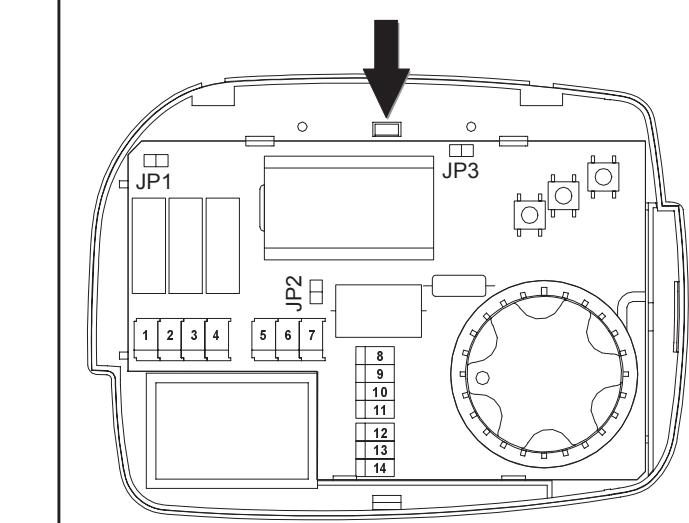

Fig. 4 : Vue interne.
Um Unbefugten den Zugang zur Konfiguration zu verhindern, kann der interne in Abb. 4 gezeigte Verbindungsdräht (JP3) entfernt werden; somit wird bei einem unbefugten Konfigurationsversuch nur eine Fehlermeldung folgen.
2. Enlever la plaque attachée à la base du thermostat en appuyant sur petite dent en plastique indiquée dans la fig. 4 et, en même temps pousser la plaque vers le bas de façon à la libérer de la base.
Le dispositif peut être alimenté à 230V~ ou à 24V~. Le thermostat est configuré en production à 230V~ avec le cavalier en position JP1. Pour sélectionner l'alimentation à 24V~ il est nécessaire de déplacer le cavalier JP1 (Fig. 4) dans la position JP2 (Fig. 4). Comme on peut voir sur la Fig. 6 les bornes d'alimentation sont le 5 et le 6. Dans le cas d'une alimentation à 230V~ il est important de respecter ligne et neutre. A la borne 7 on dispose d'une entrée pour la sélection chauffage/climatisation centralisée. Si on n'utilise pas cette modalité, on peut utiliser l'entrée pour activer la modalité 'Economy'. Grâce aux bornes 13 et 14 on peut raccorder une sonde de température